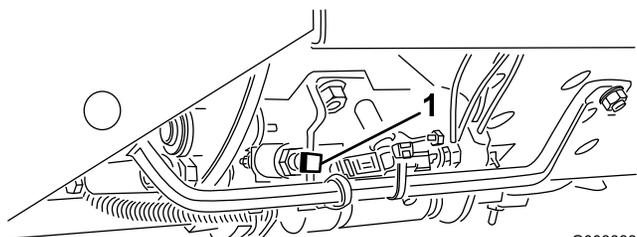

Figura 16
**Importante:** A velocidade de corte vem definida desde a fábrica e é de 9,7 km/h. Pode ser aumentada ou diminuída ajustando o parafuso da velocidade (Figura 16).